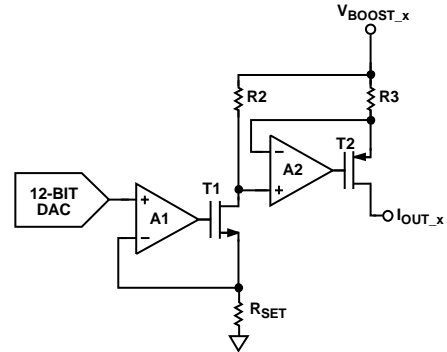

图71. 电压-电流转换电路
- 转换成电流，然后电流镜像到供电轨，使应用仅发生电流源输出(参见图71)